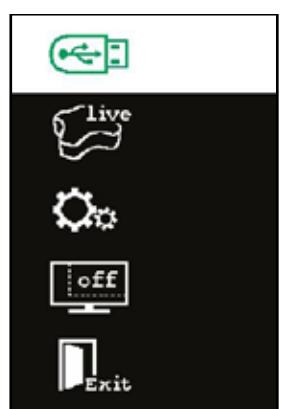

Fig. 21
- ⇒ En el menú principal Split Screen (Fig. 20) o en el submenú Split Screen (Fig. 21), seleccionar el lápiz de memoria.
- ⇒ En el submenú Split Screen (Fig. 21), seleccionar la entrada Screen Shot (captura de pantalla).